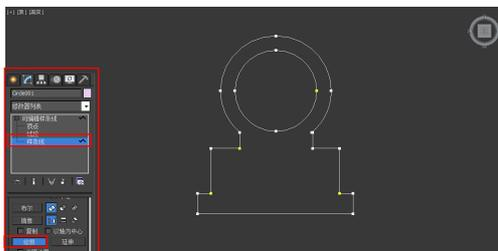

图 3-78 修剪图形
- 6 选中圆环图形，将其转换为可编辑样条线，然后在修改面板中使用【附加】工具将矩形结合为一个图形，继续在样条线编辑状态中使用【修剪】工具修剪图形，如图 3-78 所示。